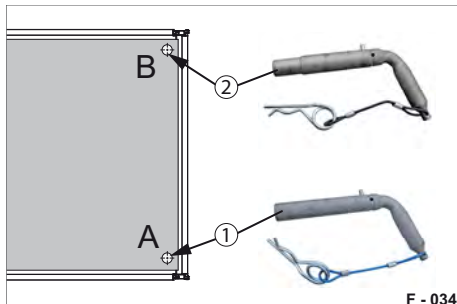

Abb. 57 Steckbolzen am Heck eingesteckt
- ▶ Stecken und sichern Sie die Steckbolzen (Abb. 57/1 & Abb. 57/2) in den hinteren Kipplagern. Die vorderen Kipplager sind freigegeben.